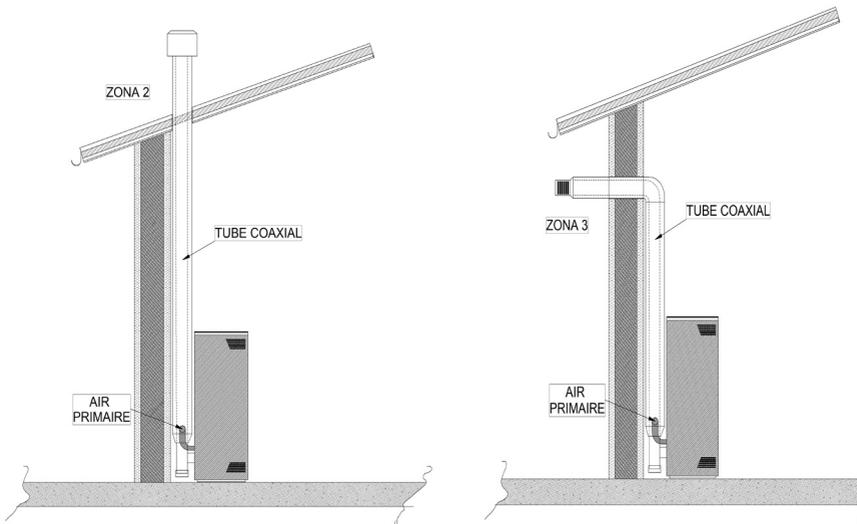

FIGURE 3.3 - Conduit de fumées fixé au
- L'air nécessaire à la combustion est à prelever directement depuis l'extérieur (voir Fig. 3.3).